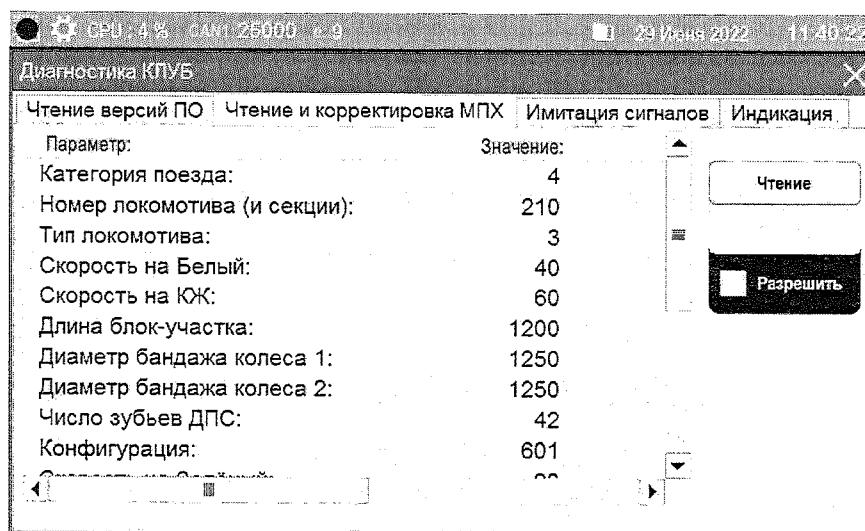

Рисунок 60
1.5.21.1 Во вкладке «Чтение и корректировка МПХ» (рисунок 60) выводятся постоянные параметры локомотива, считанные при запуске приложения из аппаратуры КЛУБ-У, КЛУБ-УП. Для записи, корректировки или ввода новых значений постоянных параметров локомотива необходимо установить галочку в переключатель «Разрешить» под кнопкой «Запись» и после этого нажать кнопку «Запись».